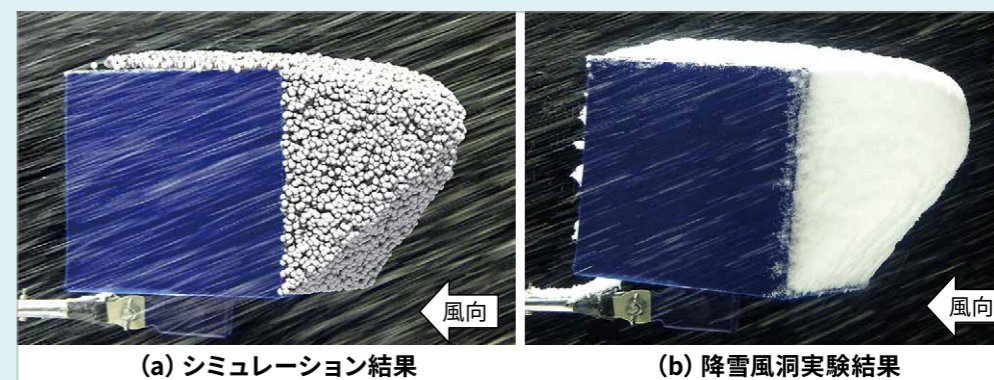
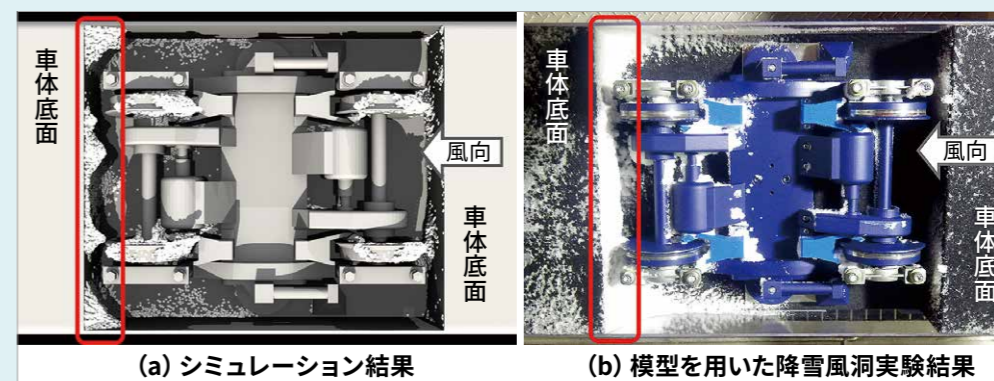

図4 立方体模型への着雪状態
図5 台車への着雪状態(実験と条件を一致させるため、シミュレーションも車輪は回転させていない)
- 本シミュレーターによる計算結果と立方体模型を使用した降雪風洞実験結果とを比較すると、横から見た時の面積比で6%の誤差で再現できることを確認しました(図4)。また、複雑な形状の台車の計算結果で、降雪風洞実験結果と比較して着雪の最大厚さと重量がほぼ一致する結果が得られています(図5)。